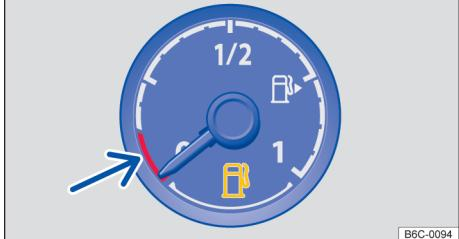
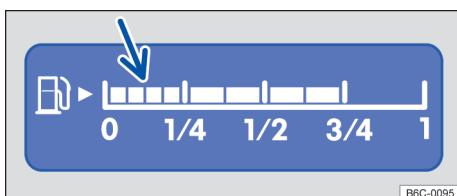

Fig. 14 No instrumento combinado analógico: indicador do nível de combustível (variante 2).
Fig. 13 No display do instrumento combinado analógico: indicador do nível de combustível (variante 1).
O indicador do nível de combustível pode ser diferente conforme o modelo do veículo → Fig. 13 ou → Fig. 14.
Marcação de reserva nos 4 segmentos pequenos (seta) → Fig. 13	Tanque de combustível quase vazio É consumido o combustível reserva → Página 251.
Marcação vermelha (seta) → Fig. 14	Abastecer assim que possível → ①.
A pequena seta ao lado do símbolo da bomba de combustível no mostrador → Fig. 13 ou → Fig. 14 indica de que lado do veículo está a portinhola do tanque de combustível.